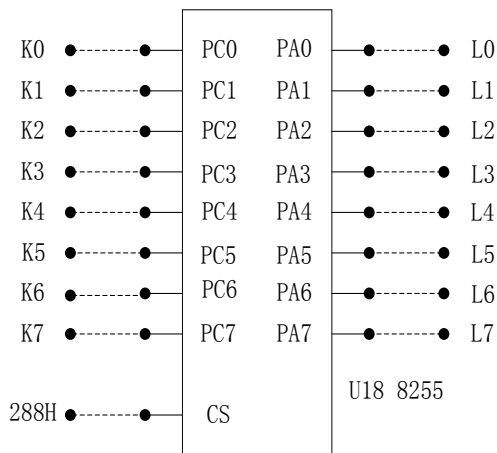

图4-3-1
1、实验电路如图4-3-1，8255C口接逻辑电平开关K0~K7，A口接LED显示电路L0~L7。